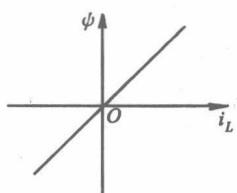

图 10.1-18
性质: ①线性电感的特性曲线为在 $\psi - i_L$ 坐标系下过原点的斜直线, 见图 10.1-18。